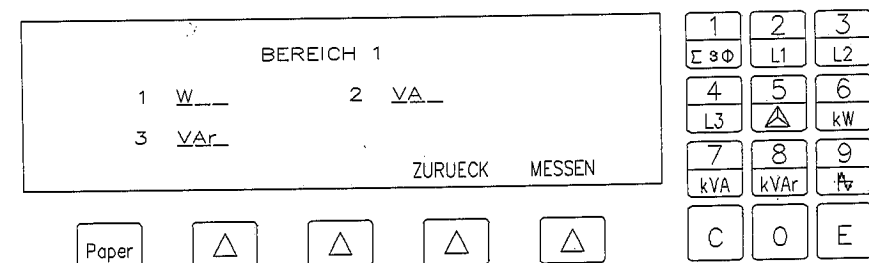

Abb. 3.36
- Mit [1] wird z.B. Tarifperiode 1 für den Alarm ausgewählt, und auf der nun erscheinenden Seite kann die Größe ausgewählt werden, für die ein Alarmwert gesetzt werden soll (s. Abb. 3.36).